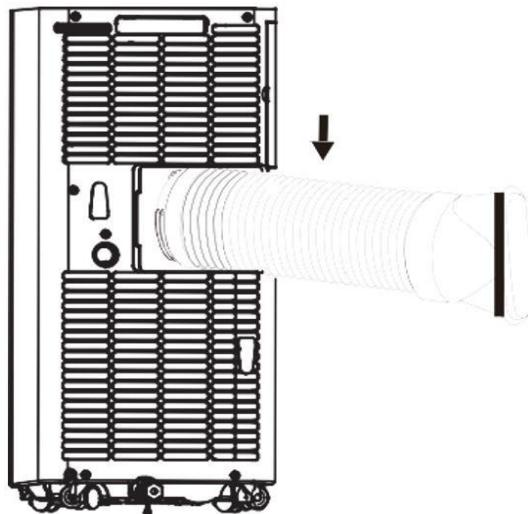

Fig. 1
- Înșurubați furtunul de evacuare a aerului (cu adaptor) la ieșirea de evacuare a aerului din partea din spate a aparatului (în sens invers acelor de ceasornic, fig. 1).